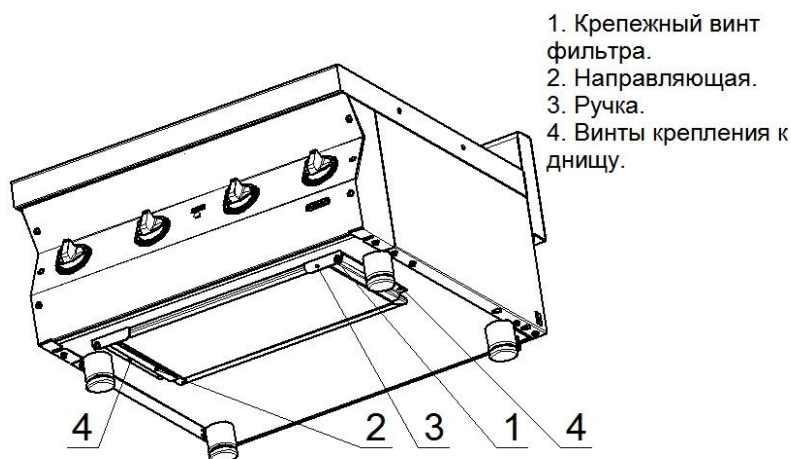

Рис. 4
- отвернуть 2 винта, крепящих фильтр к направляющим и вынуть его из направляющих за ручки (рис. 4);
Внимание! При эксплуатации плит на модулях нижних МН-02 и МН-04 для снятия фильтра необходимо вывернуть 6 винтов крепления фильтра с направляющими к днищу (рис. 4), извлечь фильтр с направляющими, после чего отвернуть 2 крепежных винта фильтра. Сборку осуществлять в обратном порядке.